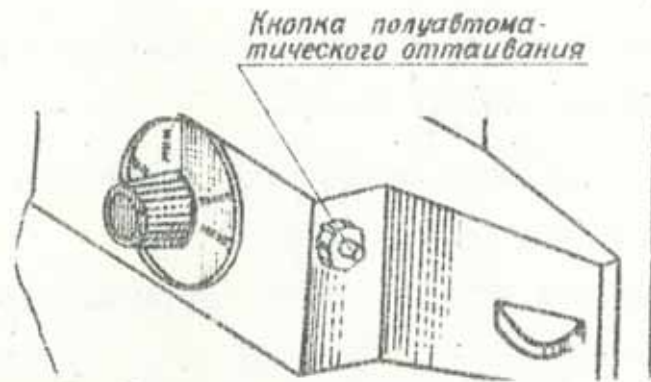

Рис. 6. Шкала температурного режима и кнопка полуавтоматического оттаивания
7.1. Снеговую "шубу", образуемую на испарителе, оттаивайте не реже одного раза в неделю, для чего нажмите на кнопку полуавтоматического оттаивания (рис.6).